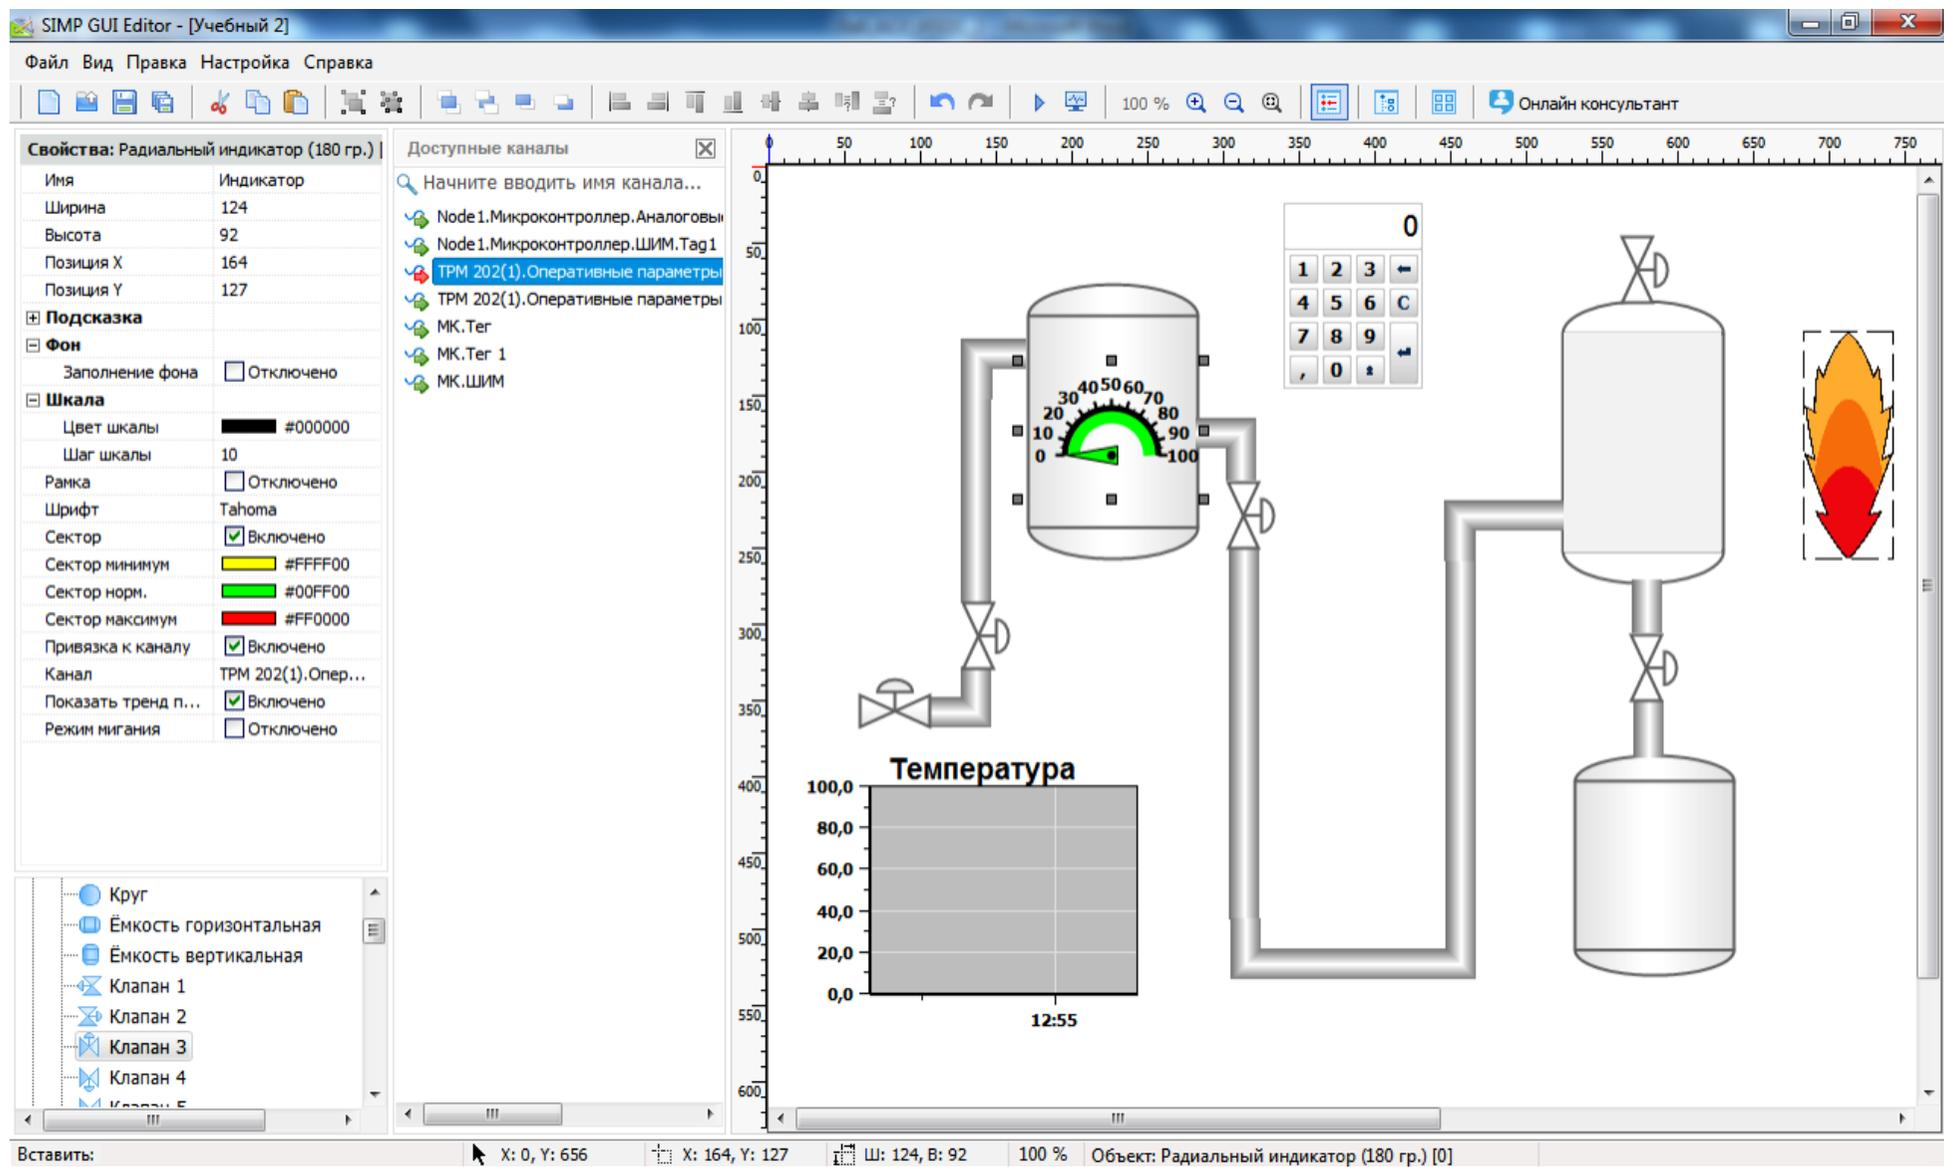

Рисунок 14. Контрольное задание
5. Для размещения графических компонентов на поле редактирования, просто перетащите выбранные компоненты из палитры компонент на поле редактирования. После перетаскивания компонентов на поле редактирования можно изменить их размер и другие свойства. Разместите графические компоненты на поле редактирования, так как показано на рис.14.
4. Создаем мнемосхему, представленную на рис.14.